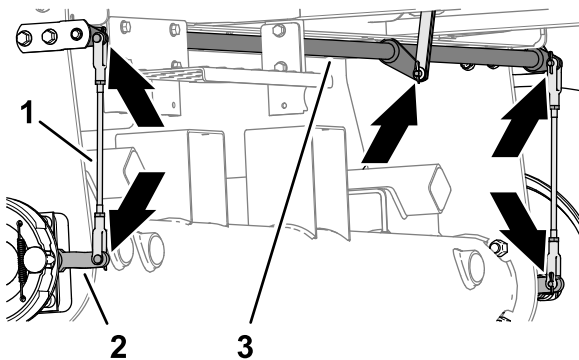

Figura 84
1. Inspectați ansamblurile de tije de frână din partea stângă i din partea dreaptă (Figura 84) în privința daunelor i uzurii.
2. Inspectați arborele pivotului frânei (Figura 84) în privința daunelor i uzurii.